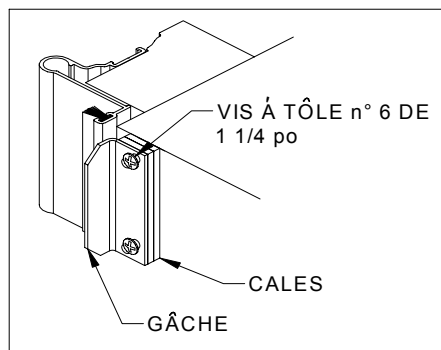

FIGURE 2B
B: Fixer la gâche avec deux (2) vis à tôle #6 x 1 1/4". Répéter les étapes **A** et **B** pour installer la gâche du pêne. **FIGURE 2B**